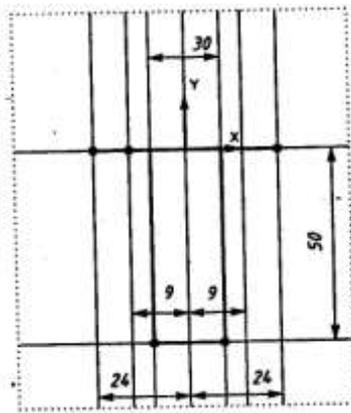

Рисунок 47
7. По команде Ввод окружности на панели инструментов проводим две окружности радиусом $R=15\text{мм}$ сплошной толстой линией. Делаем вспомогательные построения: две окружности $R(15+15)$ для нахождения центров дуг сопряжения $R15$, окружность $R(15+25)$ для нахождения центра окружности сопряжения $R25$ (см. рис.47).